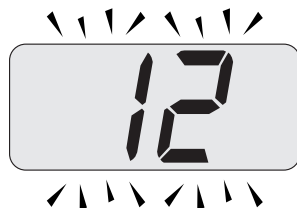

Figura 5.31
- Utilizzando i tasti 16 o 17 è possibile modificare il valore del parametro 01 (Figura 5.31).